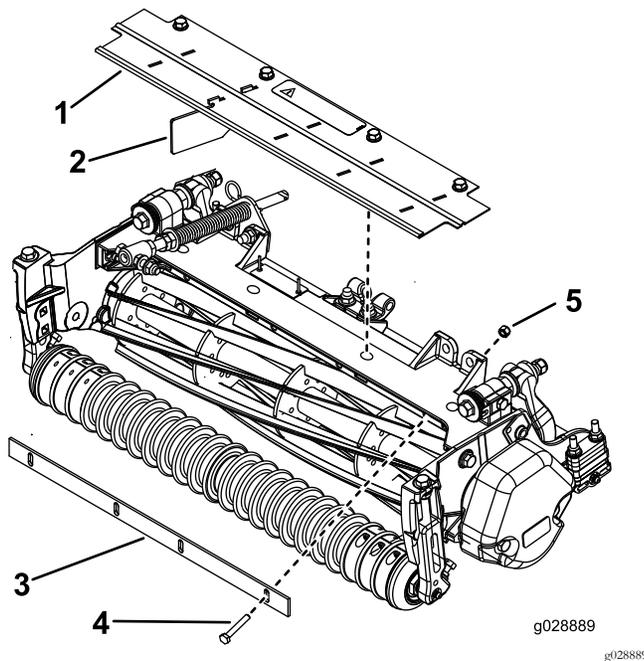

Figura 7
1. Monte sem apertar a barra de corte na estrutura da unidade de corte com 4 parafusos ( $\frac{1}{4}$  x  $3/4$  pol.) e 4 porcas de bloqueio ( $\frac{1}{4}$  pol.); consulte Figura 7.
3. Aperte os parafusos e as porcas de bloqueio (Figura 7).
1. Retire os quatro parafusos de cabeça flangeada que prendem o resguardo de relva à estrutura da unidade de corte (Figura 7). Remova o resguardo de relva.
2. Remova os quatro defletores do resguardo, deixando apenas o defletor mostrado na Figura 7.